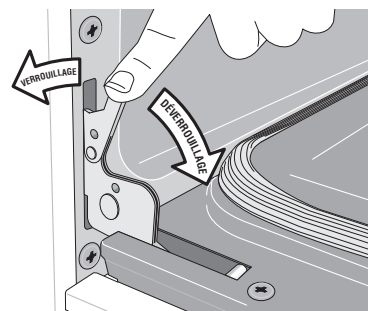

Figure 38 : Verrous de charnière de porte
2. Abaissez complètement les verrous des charnières de gauche et de droite du cadre de la cuisinière vers la porte du four (Voir Figure 38). Vous pourriez avoir besoin d'un petit tournevis à tête plate.
4. Poussez les verrous des charnières de droite et de gauche vers le haut et dans le cadre du four jusqu'à ce qu'ils soient en position verrouillée (Voir Figure 38).